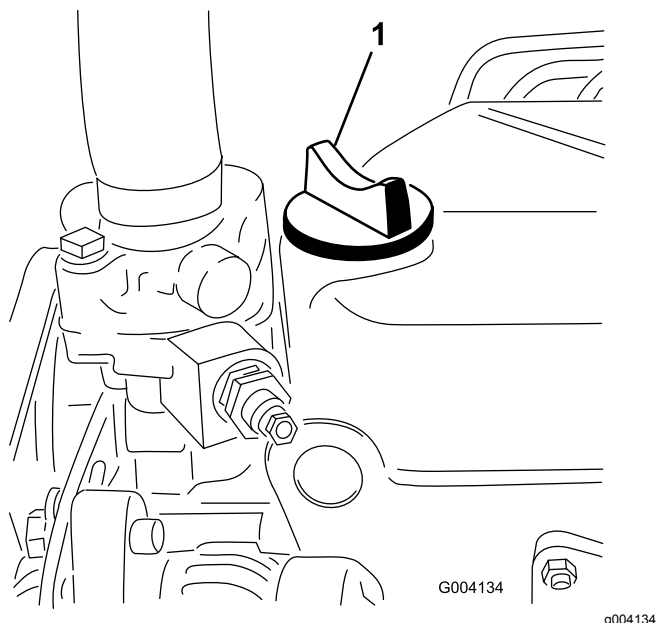

Bild 48
5. Wenn der Ölstand unter der VOLL-Markierung liegt, nehmen Sie den Fülldeckel ab (Bild 48) und gießen Sie genug Öl ein, um den Ölstand bis zur VOLL-Markierung am Peilstab anzuheben.